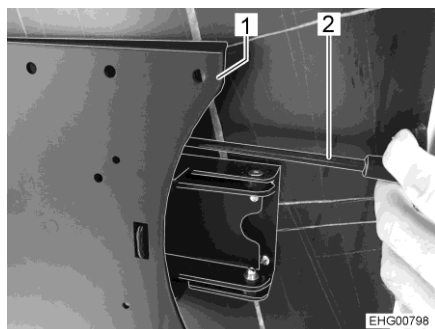

Bild 81 Vägghållare
- Positionera:** ■ Dra i låsspaken (Bild 81,2) och sväng fästet (Bild 81,1) med den platta bildskärmen till önskat läge.